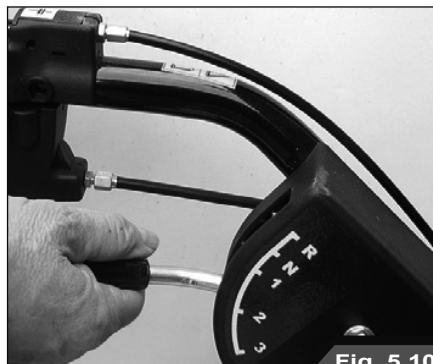

Fig. 5.10
Kosiarka bijakowa posiada 3 biegi jazdy do przodu, 1 bieg jazdy do tyłu oraz bieg jałowy. Aby zmienić bieg, wystarczy zadziałać na dźwignię zmiany biegu (Rys. 5.10) znajdującą się na kierownicy po prawej stronie, która reguluje ruch urządzenia. Na trzecim biegu urządzenie osiąga maksymalną prędkość 3,4 km/h, natomiast na biegu wstecznym (R) prędkość 2,2 km/h.